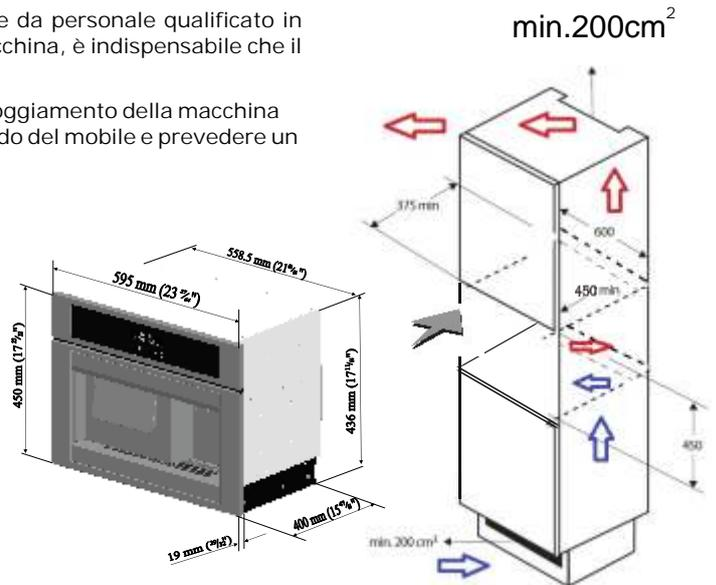

Fig. 1
- Verificare la corrispondenza delle dimensioni dell'apertura per l'alloggiamento della macchina (fig. 1) e garantire un ricircolo d'aria dietro al mobile: rimuovere il fondo del mobile e prevedere un grigliato sopra e sotto.